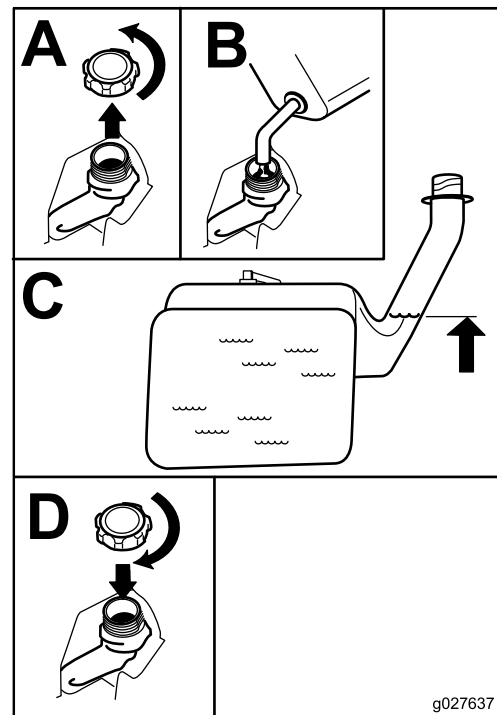

Bild 8
2. Füllen Sie **langsam** bleifreies Normalbenzin ein, bis die Unterseite des Einfüllstutzens erreicht ist (Bild 8).